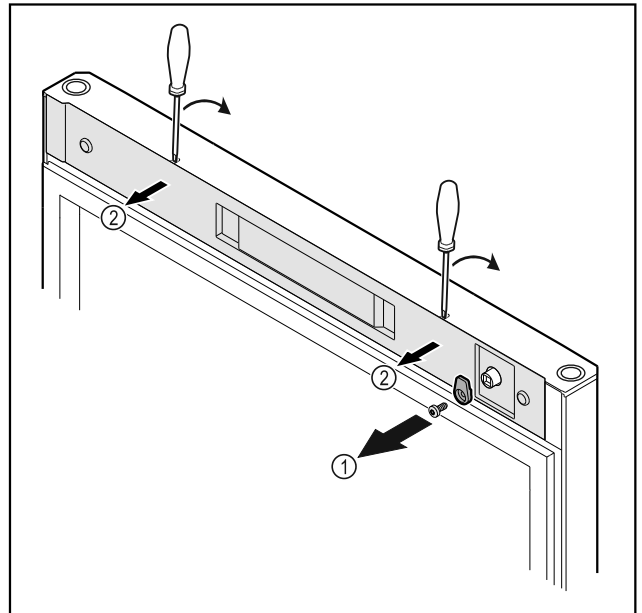

Fig. 10
- ▶ Skru av lukketappen Fig. 10 (1).
- ▶ Vipp dekselet Fig. 10 (1) ut av stilling med en liten skruetrekker, og ta det av.